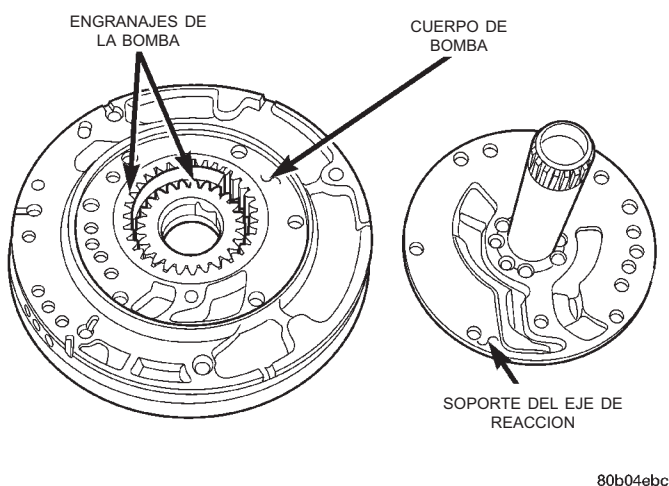
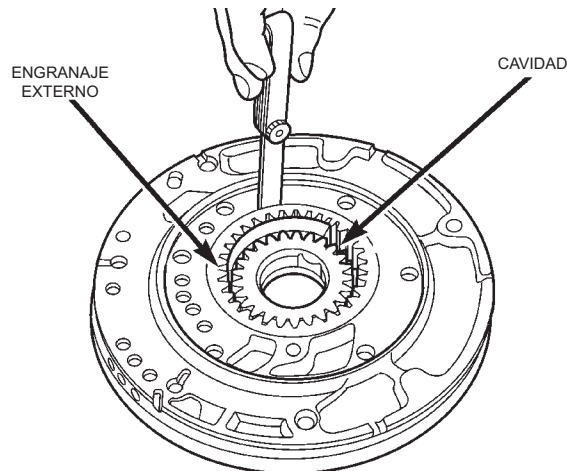

Fig. 99 Soporte del eje de reacción
Fig. 100 Medición desde el engranaje externo a la cavidad
- (1) Retire los pernos del soporte del eje de reacción.
- (2) Retire el soporte del eje de reacción del cuerpo de bomba (Fig. 99).
- (3) Retire los engranajes de la bomba y verifique si están desgastados o dañados.
- (4) Instale los engranajes y verifique las holguras.
- (5) Mida la holgura entre el engranaje externo y la cavidad de la bomba (Fig. 100). La holgura debe ser de 0,045-0,141 mm (0,0018-0,0056 pulg.).
- (6) Coloque un trozo apropiado de galga descartable sobre ambos engranajes.
- (7) Alinee la galga descartable con un área plana del cuerpo del eje de reacción.
- (8) Instale el eje de reacción en el cuerpo de bomba. Apriete los pernos con una torsión de 27 N·m (20 lbs. pie).
- (9) Retire los pernos y separe cuidadosamente los cuerpos. Mida la galga descartable siguiendo las instrucciones suministradas.
- (10) La holgura entre el lado del engranaje externo y el soporte del eje de reacción debe ser de 0,020 a 0,046 mm (0,008 a 0,0018 pulg.). La holgura entre el lado del engranaje interno y el soporte del eje de reacción debe ser de 0,020 a 0,046 mm (0,008 a 0,0018 pulg.).